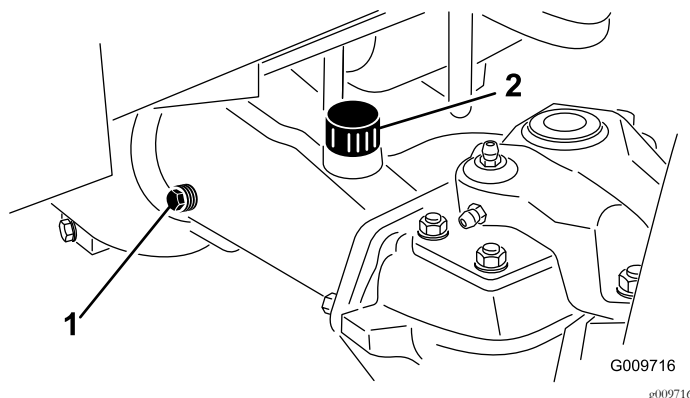

Figura 56
2. Togliete il tappo di controllo da un'estremità del ponte (Figura 56) e verificate che il lubrificante raggiunga la base del foro.
Nota: Se il livello è basso, togliete il tappo di riempimento (Figura 56) e rabboccate con lubrificante finché non raggiunge la base del foro del tappo di controllo.